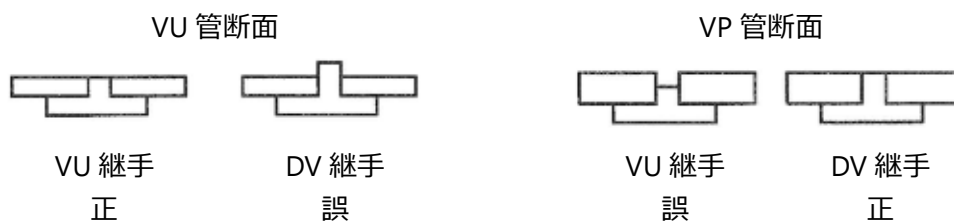

図 6-1 塩ビ管の継手
- 上記ビニル管に使用する継手は、VU 管には VU 継手 (AS 38)、VP 管には DV 継手 (JIS K 6739) とする (図 6-1 参照)。